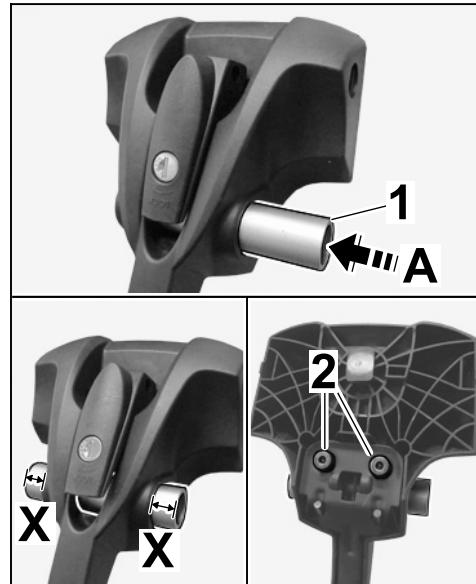

Figura 17
- 1.7.2 Introducir el eje de inserción en el alojamiento para la horquilla de la rueda delantera (⇒ Figura 17-A-).
Alinear por igual el voladizo (⇒ Figura 17-X-) por la derecha y la izquierda en el alojamiento para la horquilla de la rueda delantera.